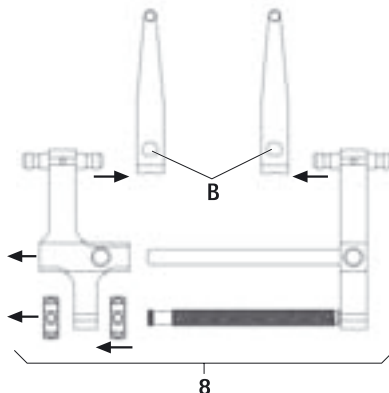

Abb. 3
- Distraktor 8 mit Distraktionsblättern demontieren, siehe Abb. 3: